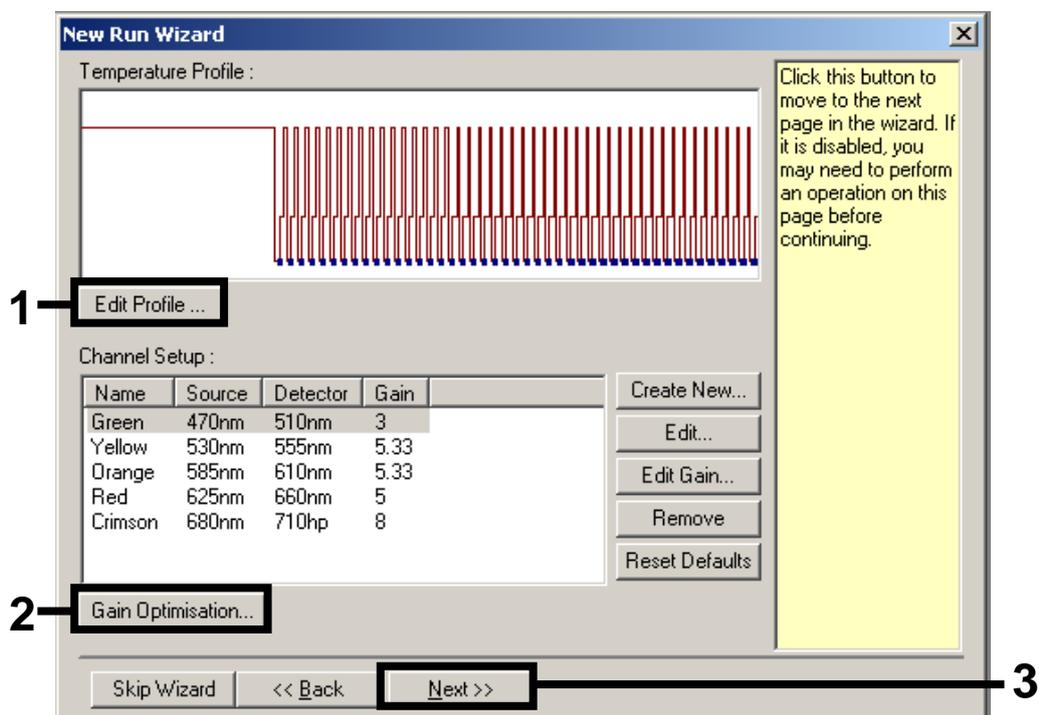
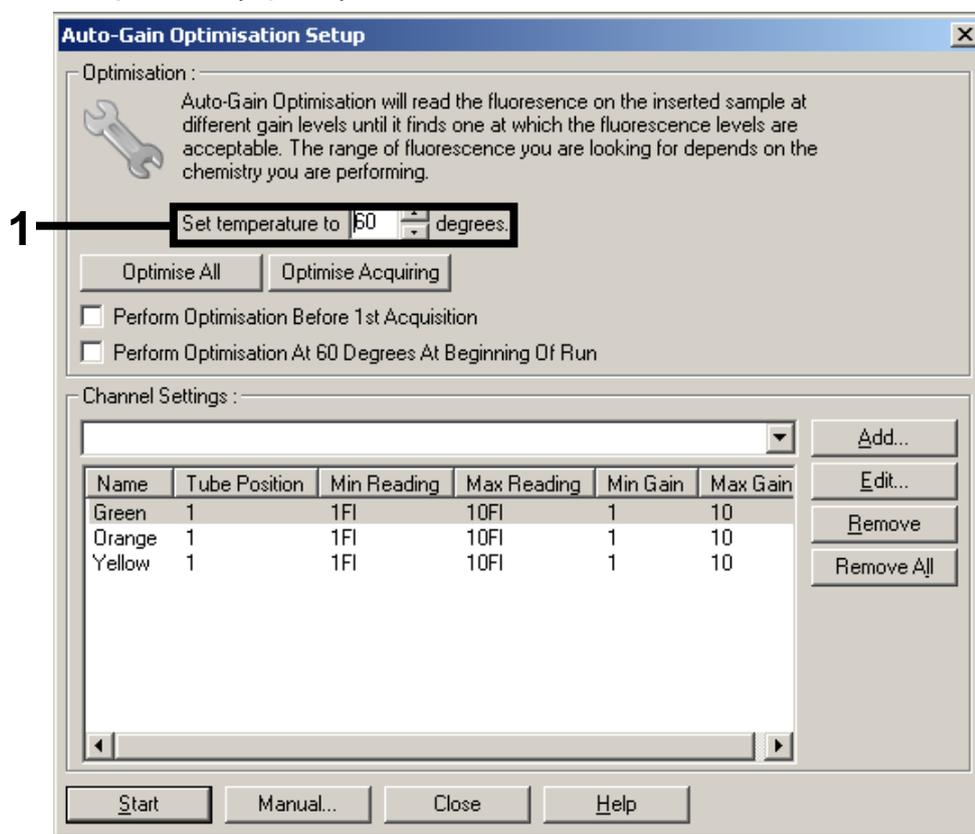

Figure 3. Modification du profil.
Figure 6. Ajustement de la sensibilité du canal de fluorescence.
7. Cliquer sur le bouton « Edit Profile » (Modifier le profil) dans la boîte de dialogue « New Run Wizard » (Figure 3). Programmer le profil de température comme indiqué
dans le tableau 1, en utilisant les captures d'écran présentées sur les figures 3 à 5 comme guide.
8. La plage de détection des canaux de fluorescence doit être déterminée selon les intensités de fluorescence des tubes de PCR. Dans la boîte de dialogue « New Run Wizard », cliquer sur « Gain Optimisation » (Optimisation du gain) (cf. figure 3, page 3) pour ouvrir la boîte de dialogue « Auto-Gain Optimisation Setup » (Configuration de l'optimisation du gain automatique). Régler la température de calibration à 60 pour qu'elle corresponde à la température d'hybridation du programme d'amplification (Figure 6).